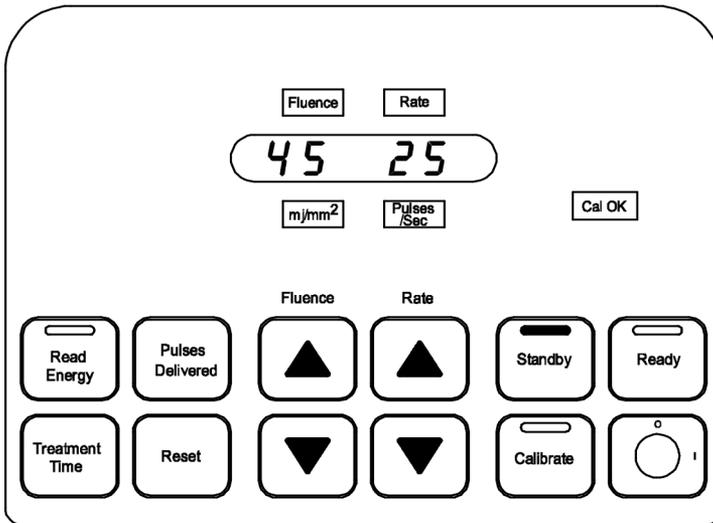

Abbildung 8
1. Der Wechsel in den Modus **Standby** (Standby) erfolgt vom Modus **Calibrate** (Kalibrieren) aus durch Drücken der Taste **Standby** (Standby). (Abbildung 8)
4. Die Orientierungsleuchte **Cal OK** (Kal OK) leuchtet weiterhin. (Abbildung 8)